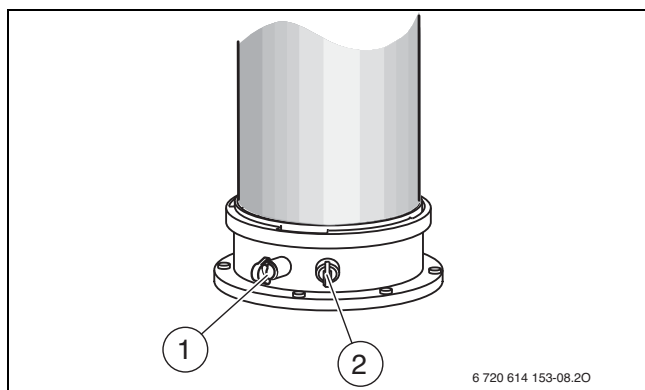

Fig. 16 Orificiul de măsurare a gazelor arse și orificiul de măsurare a aerului de ardere
- ▶ Îndepărtați dopurile de la orificiul de măsurare a gazelor arse [1] (→ Fig. 16).